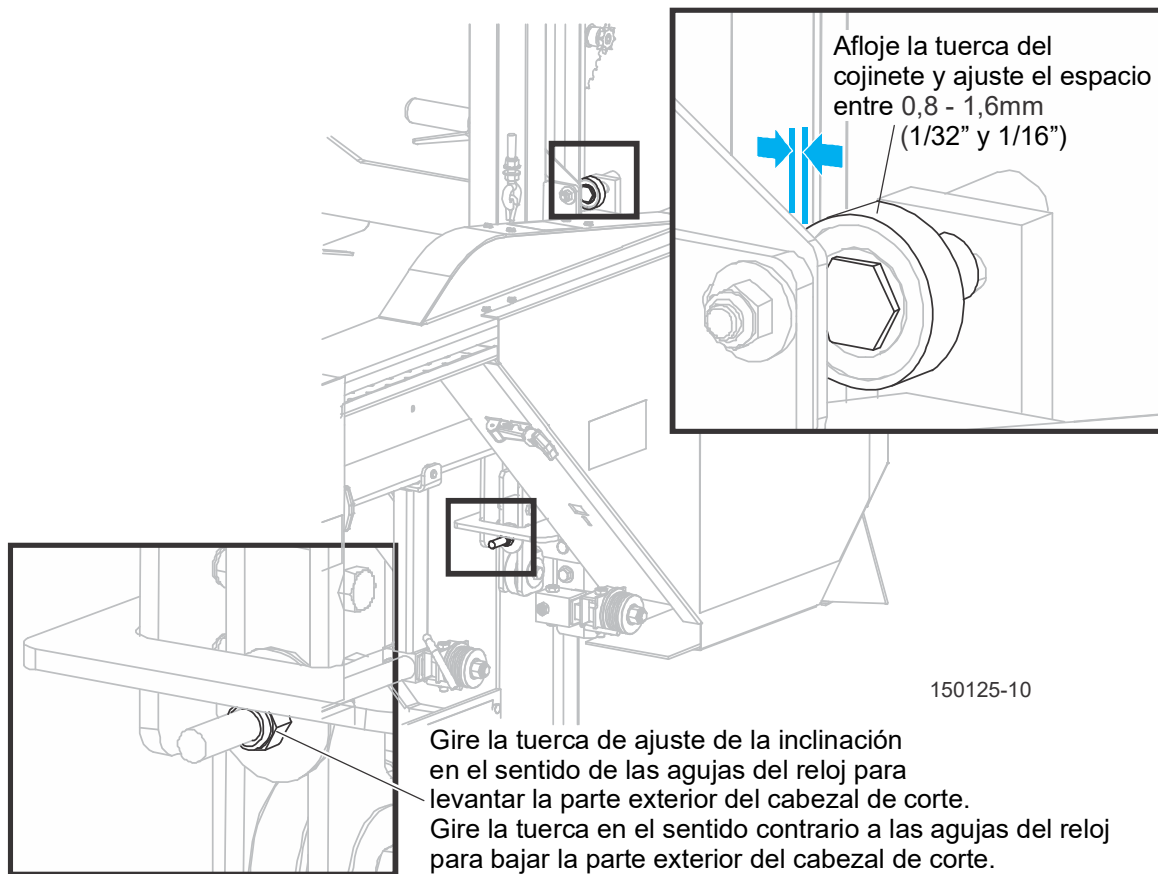

FIG. 4-2
4. Ajuste según sea necesario de modo que el espacio sea de entre 1/32" y 1/16" (entre 0,8 y 1,6 mm). Vea FIG. 4-2.